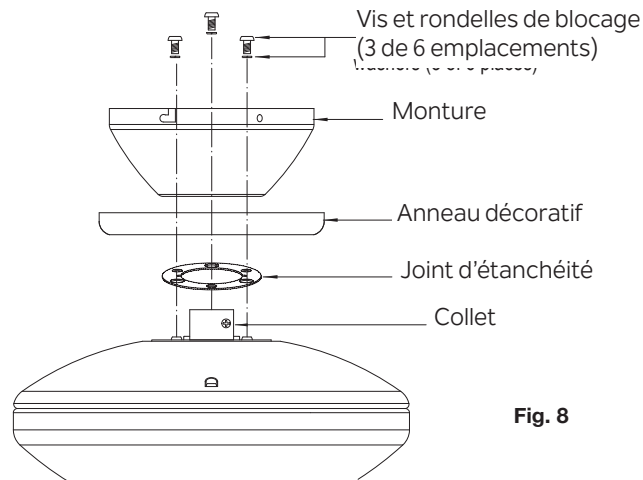

Fig. 8
Étape 3. Retirez trois des six vis et rondelles de blocage (en retirer une sur deux) du collet situé en haut du moteur (Fig. 8)
Étape 4. Placez la monture au plafond avec l'anneau décoratif et le joint d'étanchéité par-dessus le collet situé en haut du moteur. Alignez les trous de montage sur ceux du moteur et fixez au moyen des trois vis et rondelles de blocage fournies. (Fig. 8)